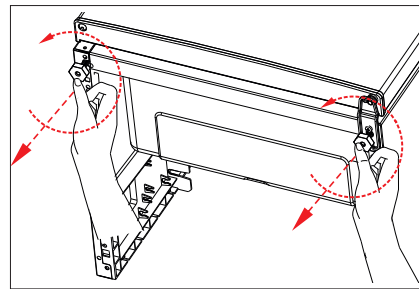

Fig. 1
- Gire el regulador de temperatura (1) hasta que sobrepase la posición 1 brevemente a la posición ●. Se oirá un clic. El aparato se apaga. Se oirá un clic. El aparato se apaga. . Extraiga la clavija de enchufe (8) de la toma de corriente.
- Saque los cajones de congelado (9) y los estantes (2/3) de cristal como se describe en el capítulo siguiente.
- ▶ Desmonte ambas patas del aparato (7) girándolas en sentido contrario al de las agujas del reloj (fig. 1).
- ▶ Mantenga cerrada la puerta del congelador (4).